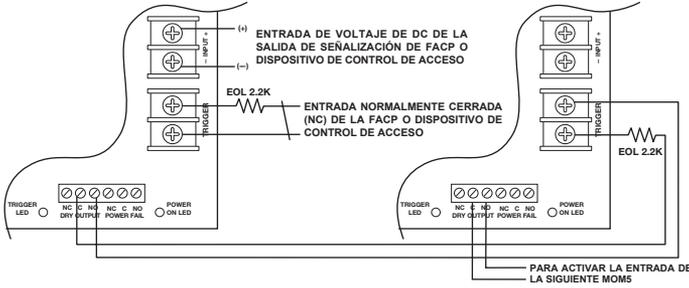

Fig. 3
9. Conecte el dispositivo de informe de problemas a los terminales marcados [POWER FAIL]. Conéctese a [NO & C] para abrir normalmente y [NC & C] para salida normalmente cerrada (Fig. 3 - 7, págs. 3 - 4).